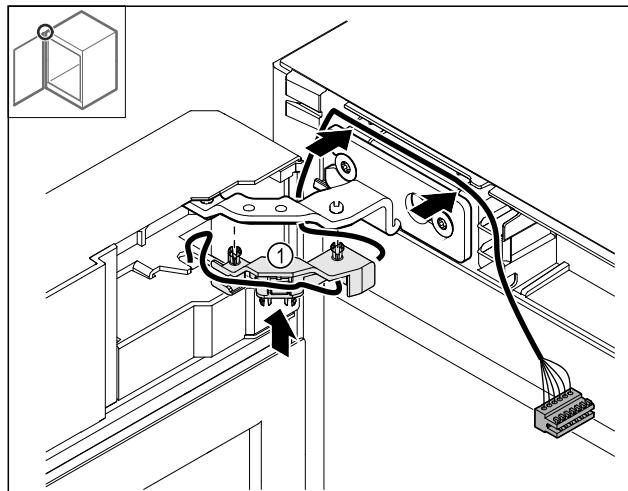

Fig. 48
- Ispauskite kabelio laikiklį Fig. 48 (1) į lankstą.